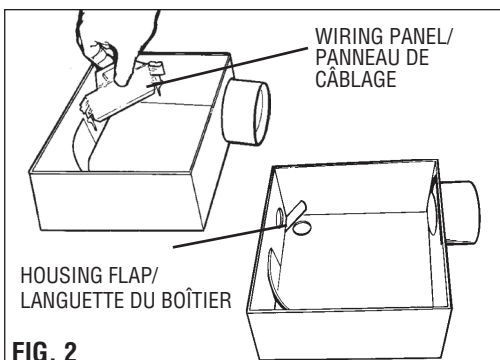

FIG. 2
2. Remove wiring panel by pushing side of housing and pulling straight out. Unit is shipped ready to wire through top of housing. To use alternate "knockout hole", bend housing flap. Only one hole can be exposed - do not break off housing flap (FIG. 2).
2. Retirer le panneau de câblage en poussant sur le côté du boîtier et en tirant en ligne droite. L'appareil est livré prêt à connecter sur le dessus du boîtier. Pour utiliser l'ouverture préamorcée alternative, plier la languette du boîtier. Une seule ouverture peut être exposée - ne pas casser la languette (FIG. 2).